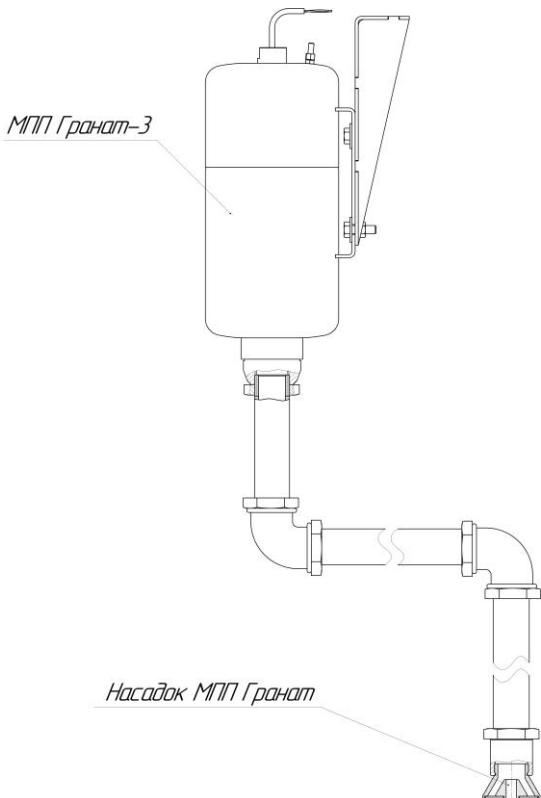

Рисунок 7 – Пример монтажной схемы направляющего трубопровода.
6.8 Монтаж направляющего трубопровода – в соответствии с проектной документацией для защищаемого объекта (рис.7). Допускается использование жесткого и/или гибкого трубопровода  $D_u = 20$  мм. Присоединительные резьбы модуля и насадка-распылителя G 1.